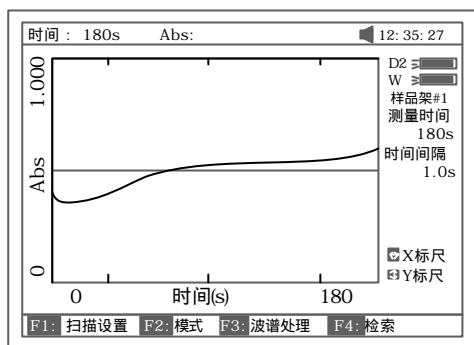

图 56
- b. 置样品入样品光路后, 按【START】键即开始对样品作时间扫描, 扫描进行中, 按【ESC/STOP】键可以中止扫描, 扫描完成会伴随三声蜂鸣器鸣叫提示, 图 56 示